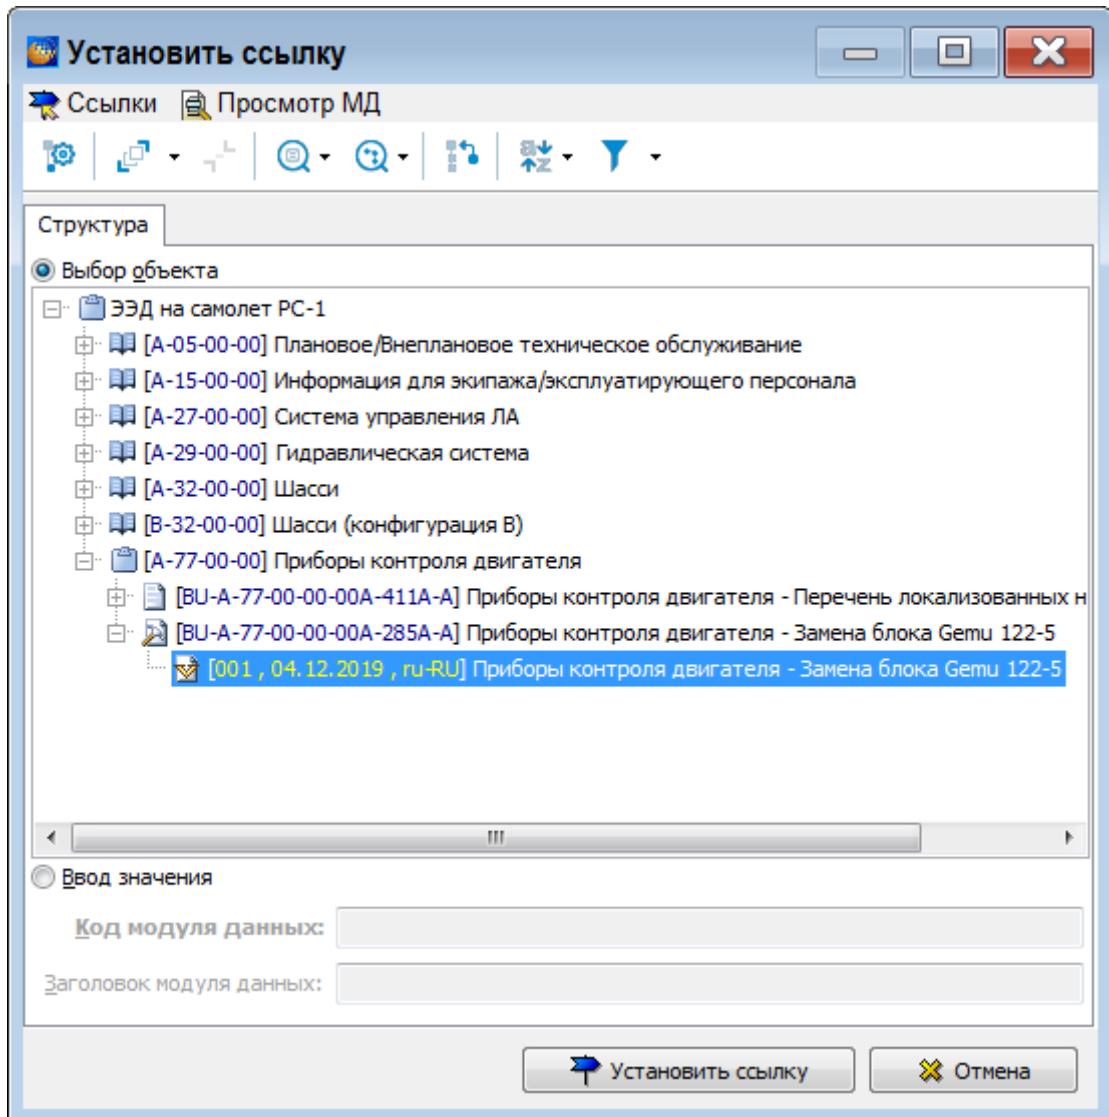

Рисунок 825
- 1) В столбце «Ссылка на корректирующую процедуру» щелкните два раза левой кнопкой мыши по ячейке строки. После этого появится диалоговое окно **Установить ссылку**, в котором отображена структура проекта (рисунок 825).
- 2) Выберите версию технологической карты с описанием процедуры устранения локализованной неисправности и нажмите на кнопку **Установить ссылку** (рисунок 825).